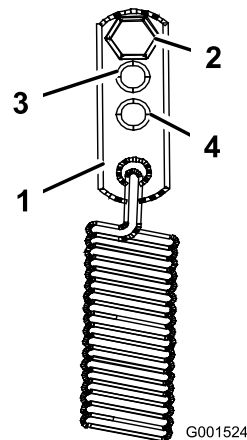

Figura 40
3. Per condizioni di servizio più gravose, spostate gli ancoraggi delle molle nella posizione di servizio medio o pesante (Figura 40). Gli ancoraggi delle molle sono attaccati nell'angolo superiore posteriore degli schermi della trazione idraulica, sui lati sinistro e destro della macchina.